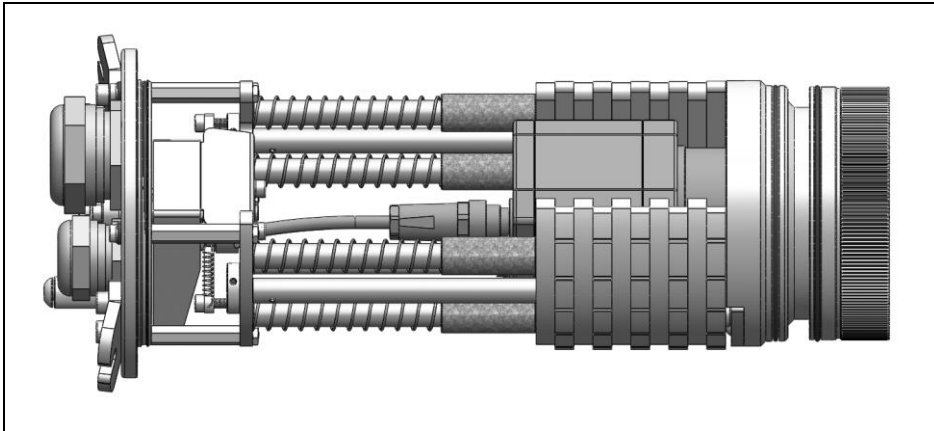

Abbildung 31: Fokussiereinheit mit Kamera im Chassis
2. Setzen Sie anschließend die Fokussiereinheit oder den Frontaufsatz mit der Kamera auf das Chassis **Abbildung 31**. Positionieren Sie die Kamera wie in **Abbildung 31** dargestellt, indem Sie die Fokussiereinheit nach unten drücken. Die TIM M-1/ TIM M-05 Kamera wird zuerst ohne Frontaufsatz in das Chassis gesetzt. Erst danach wird der Frontaufsatz auf die Optik geführt. Achten Sie darauf, dass der Frontaufsatz in der Höhe ca. 5 mm versetzt über die Optik geführt wird, um ihn über die Chassis-Frontplatte schieben zu können (Fehler! Verweisquelle konnte nicht gefunden werden.).